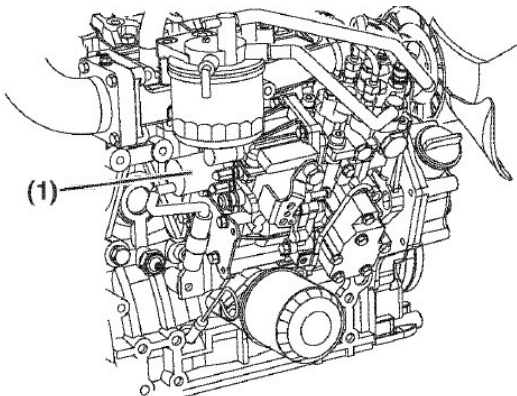

Abb. 21: Motorabschaltmagnetschalter
a) dass die Motordrehzahl (Abb. 21, Pos. 1), Motoröldruck (Abb. 21, Pos. 3) und Kühlmitteltemperatur (Abb. 21, Pos. 3) innerhalb der normalen Grenzwerte liegt.
b) dass die Betriebsstundenanzeige (Abb. 21, Pos. 4) die gesamte Wert von Betriebsstunden zeigt. Das ist hilfreich für die Planung turnusmäßiger Wartungsarbeiten.
Schritt 3: Nachdem der Motor die Betriebstemperatur erreicht, sollte keine der Kontrollanzeigen (Abb. 21, Pos. 5) leuchten. Falls eine Anzeige der Anzeige leuchtet, den Motor abschalten und die notwendige Reparaturen ausführen lassen.